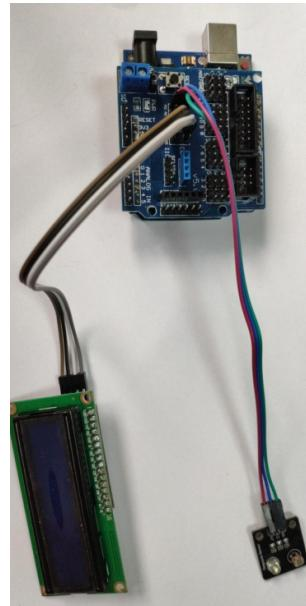

图 14.2: 实验接线图
- (1) 按照如图14.2所示的方式完成接线；
- (2) 打开 Arduino IDE，输入程序；
- (3) 检查无误后上传程序；
- (4) 将不同颜色的平面对准灰度传感器，观察 LCD 上显示的灰度范围。